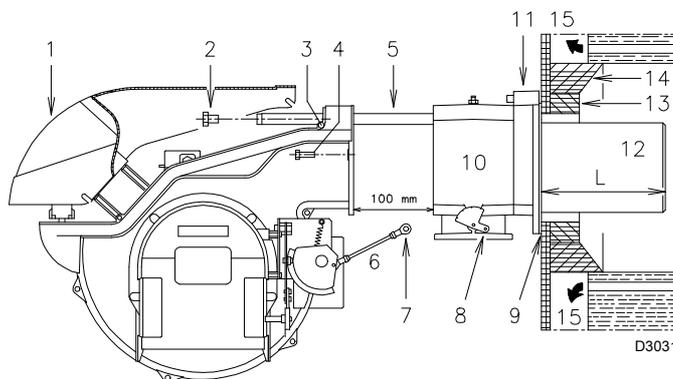

图 12
对于带水冷却前板的锅炉, 则不需要耐火材料制成的炉补 (13)-14) (图 12), 除非锅炉制造商另有要求。
- 将燃烧头与燃烧器的其余部分分开 (图 12):
- 松开 4 个螺丝 (3) 并取下保护罩 (1)
- 将铰联接器 (7) 从刻度区 (8) 上脱开
- 从两个滑杆 (5) 上拆下螺丝 (2)
- 拆下两个螺丝 (4), 沿滑杆 (5) 将燃烧器拉出约 100 mm。